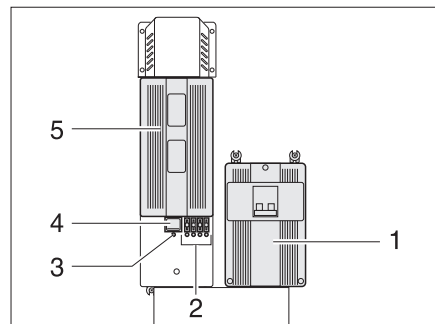
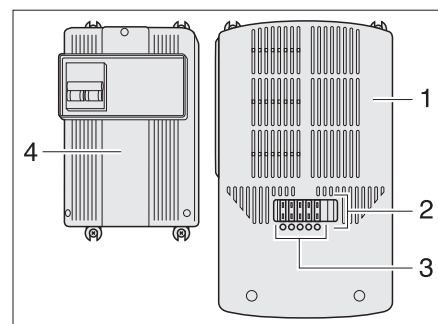

Fig. 84 Bloc transformateur (type I)
Fig. 85 Bloc transformateur (type II)
Le bloc transformateur (Fig. 84,5 ou Fig. 85,1) est monté à côté du disjoncteur automatique 230 V (Fig. 84,1 ou Fig. 85,4).
Un interrupteur principal (Fig. 84,4) (seulement type I), plusieurs fusibles (Fig. 84,2 ou Fig. 85,2) et une protection contre les surcharges sont intégrés dans le bloc transformateur. Un fusible défectueux ou un court-circuit sont signalés par une diode rouge allumée sous le fusible (Fig. 84,2 ou Fig. 85,3).
- Appuyer au bas de l'interrupteur principal (Fig. 84,4): Position "ON". La DEL verte (Fig. 84,3) s'allume si la tension 230 V est présente.
- Appuyer ensuite en haut de l'interrupteur principal (Fig. 84,4): Position "OFF".